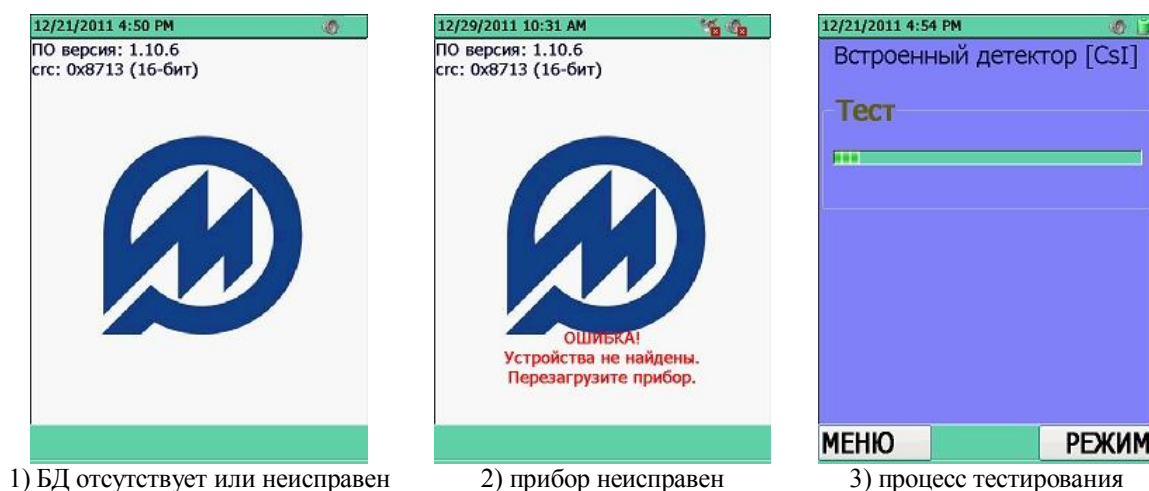

Рисунок 11.3
Если обнаружилась ошибка подключения встроенного БД и КПК, на ЖКИ прибора индицируется окно с отображением версии ПО, контрольной суммы и логотипа производителя, сообщения об ошибке: **"Ошибка! Устройства не найдены. Перезагрузите прибор."**, рисунок 11.3 (1,2).
При успешном подключении БД прибор переходит к тестированию основных блоков прибора. При этом на ЖКИ индицируется убывающая линейная шкала, указывающая на временной интервал, оставшийся до окончания тестирования, рисунок 11.3 (3).